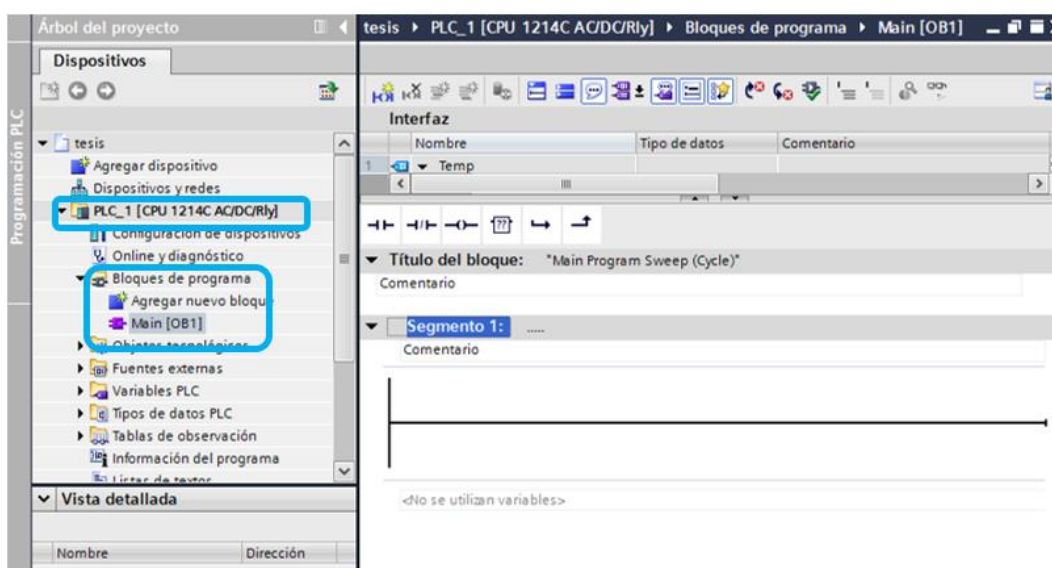

Figura 2.38: Ventana de programación Main.
1. Dirigirse a la carpeta PLC/ Bloques de Programa, dar doble clic para abrir el Main en donde se va a realizar la programación del PLC en cuanto a escalamientos como se indica en la figura 2.38.